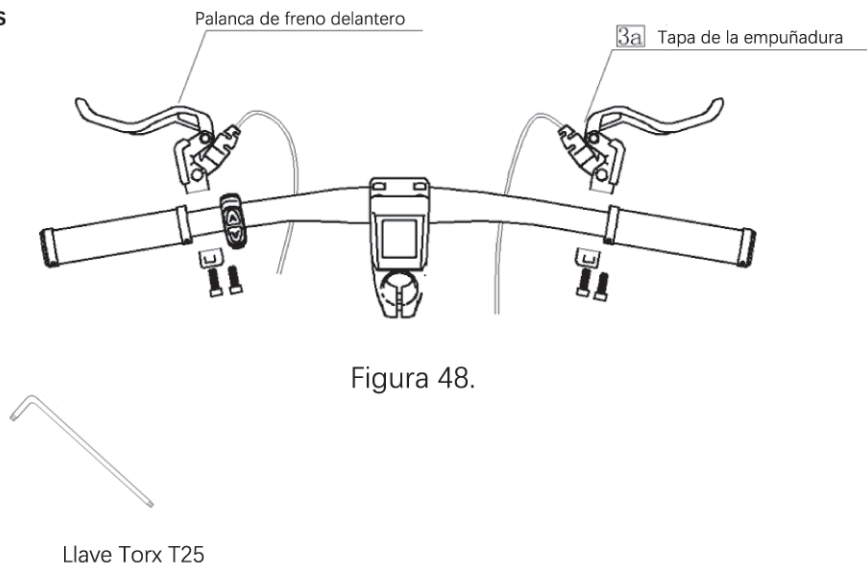

Figura 48.
a. Utilizar una llave Torx T25 para montar cada palanca de freno en el manillar, como se muestra en la Figura 48.